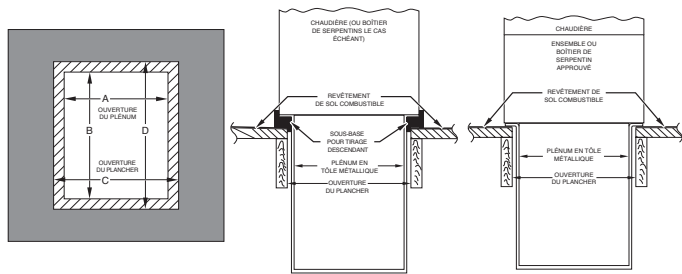

Figure 25 – Installation sur plancher combustible
2. Percez un trou dans le plancher conformément au Tableau 6 et à la Figure 25.
3. Construisez un plénum selon les dimensions spécifiées au Tableau 6 et à la Figure 25.
4. Si une sous-base pour tirage descendant est utilisée, installez-la comme illustré. Si un serpentin d'évaporateur en boîtier ou un caisson de serpentin d'évaporateur du fabricant est utilisé, installez-le comme illustré à la Figure 25.